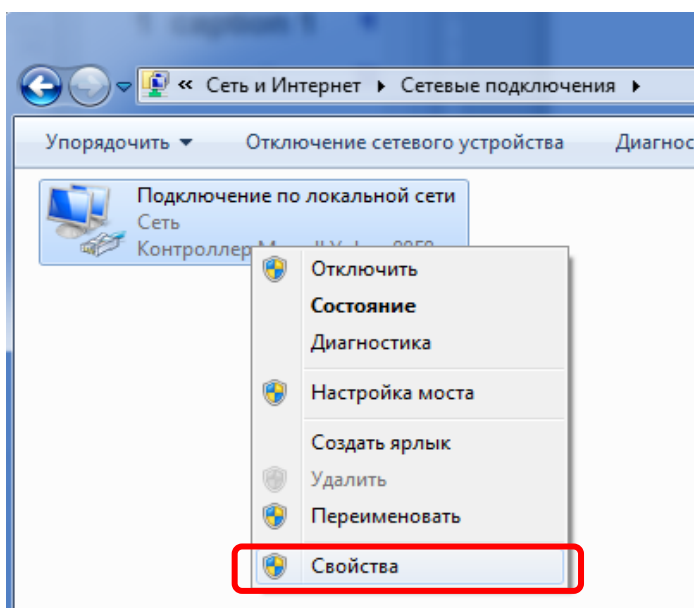

Рисунок 39 – Окно Сетевые подключения
1) Выбрать **Пуск** → **Панель управления** → **Сеть и Интернет** → **Центр управления сетями и общим доступом** → **Изменение параметров адаптера**. Откроется окно **Сетевые подключения**, выделить **Подключение по локальной сети**, правой кнопкой мыши → **Свойства** (см. рисунок 39).